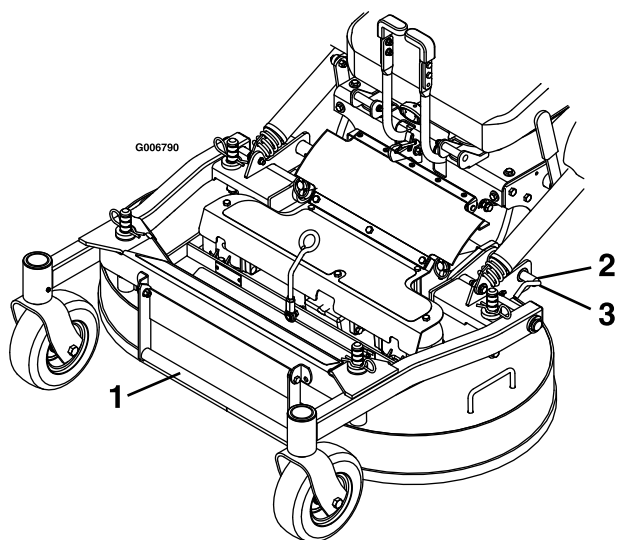

Figura 11
5. Libere los pasadores de bloqueo de la carcasa de corte a cada lado (Figura 11).
4. Presione los pasadores de bloqueo de la carcasa hacia dentro y gírelos hacia delante para bloquear la carcasa del cortacésped en la posición baja (Figura 11).